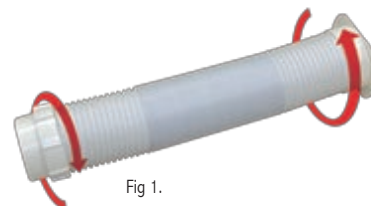

Fig 1.
A. Manguera de Escape y Conector: Fig. 1
1. Adjuntar la parte roscada de uno de los Conectores de Manguera de Escape (4) a uno de los extremos de la Manguera de Escape (5), girándolo hacia la derecha.